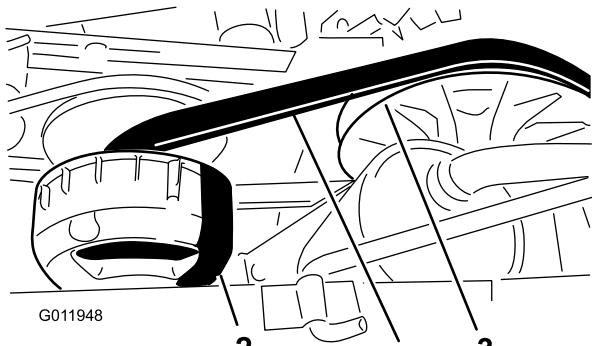

Figura 63
4. Rode e verifique se a correia (Figura 63) apresenta sinais de desgaste ou se está danificada.
3. Rode e coloque a correia sobre a embraiagem secundária (Figura 63).
4. Retire a correia da embraiagem primária (Figura 63).
5. Alinhe a nova correia sobre a embraiagem primária (Figura 63).
6. Rode e coloque a correia sobre a embraiagem secundária (Figura 63).